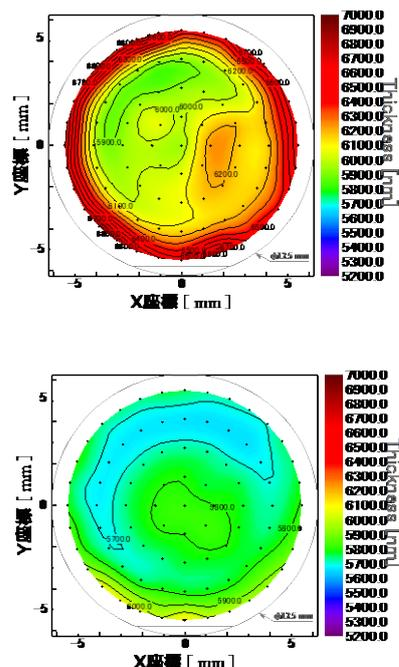

図1 4,000 rpm での塗布結果のウェハ上の膜厚分布。スピンコート時間は、上図 30 秒、下図 80 秒である。80 秒の方が均一である。
①ウェハ表面への HMDS 蒸気暴露 (レジストの密着性向上) ②レジストをウェハに滴下し、ウェハを高速回転させてレジストをコーティング③ウェハエッジ部から 0.3 mm 程度の幅で余分なレジスト液をリンス液にて溶解しながら除去 ④余分な有機溶剤成分を蒸発するためプリベーク。
今回は、レジスト膜厚の面内均一化を目的としているので、なるべくシンプルなプロセスで本質を見極めるために、③のエッジリンス工程を省いた。ただし、裏面へのレジストの回り込みを防ぐためのバックリンス処理は行っている。今回の実験では、最初に、厚膜レジストとして AZP4620 を用いた。レジスト滴下時の回転数は今回は 4,000 rpm とした。この回転数での処理時間を 30 秒(条件 1) と 80 秒(条件 2) とした。実験結果をウェハ面内のレジスト膜厚均一性として(図 1) に示す。平均膜厚は、それぞれ 6,308 nm と 5,784 nm である。膜厚のばらつきを標準偏差(1σ) で比較すると条件 1 は 327 nm、条件 2 は 102 nm であり、スピン回転時間がレジスト膜厚に大きく依存することが分かった。